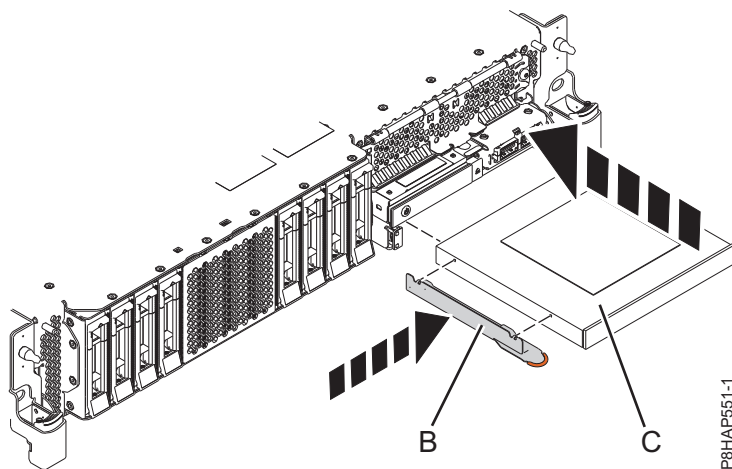
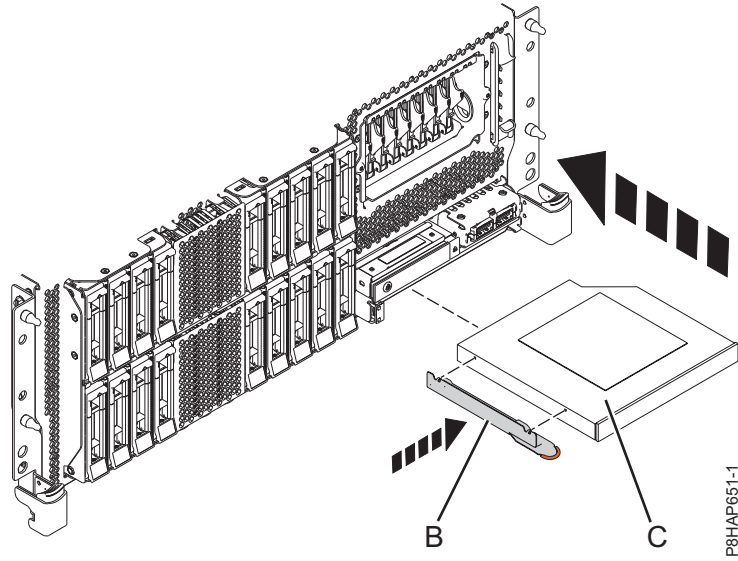
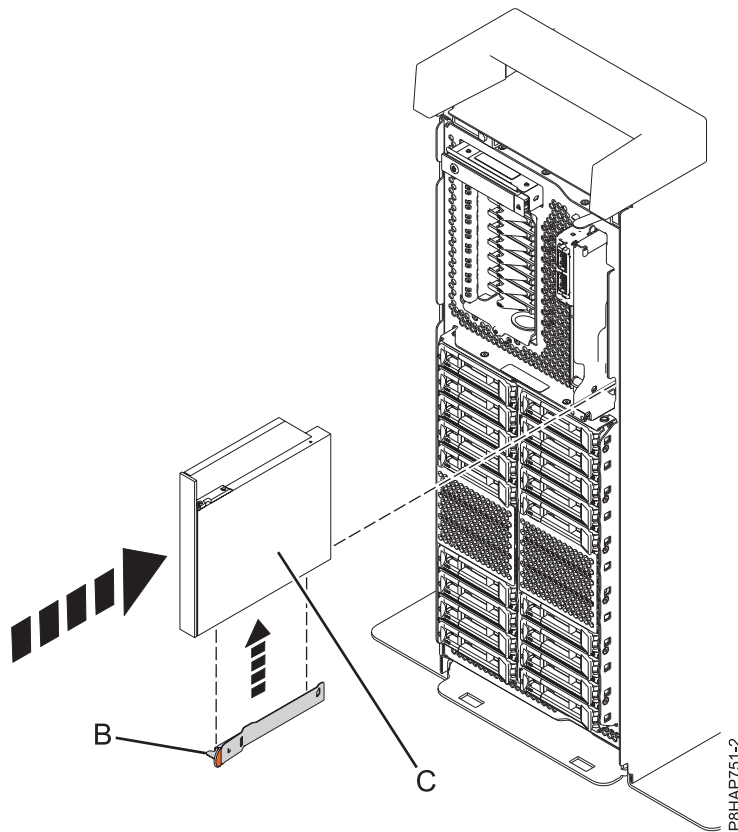

Figura 43. Sustitución de un dispositivo de soporte extraplano en un sistema 8284-21A o 8284-22A
Figura 44. Sustitución de un dispositivo de soporte extraplano en un sistema 8286-41A o 8286-42A montado en bastidor
Figura 45. Sustitución de un dispositivo de soporte extraplano en un sistema autónomo
5. Recupere la abrazadera de retención (B) que ha extraído del dispositivo de soporte extraplano anómalo.
6. Conecte la abrazadera de retención (B) al nuevo dispositivo de soporte extraplano, como se muestra en la Figura 43 en la página 52 para un sistema 8284-21A o 8284-22A; la Figura 44 en la página 53 para un sistema 8286-41A o 8286-42A montado en bastidor; o la Figura 45 en la página 53 para un sistema 8286-41A autónomo.
7. Alinee el dispositivo de soporte extraplano (C) con la bahía de soporte y aguante la parte inferior del dispositivo mientras lo desliza hasta la mitad en el sistema. No empuje el dispositivo más hacia adentro, ya que el dispositivo se podría instalar fuera de secuencia.
- 9. Empuje el dispositivo de soporte extraplano totalmente en el sistema hasta que encaje en su sitio. Para un sistema 8284-21A o 8284-22A, consulte la Figura 43; para un sistema 8286-41A o 8286-42A montado en bastidor, consulte la Figura 44 en la página 53; o bien, para un sistema 8286-41A autónomo, consulte la Figura 45 en la página 53.